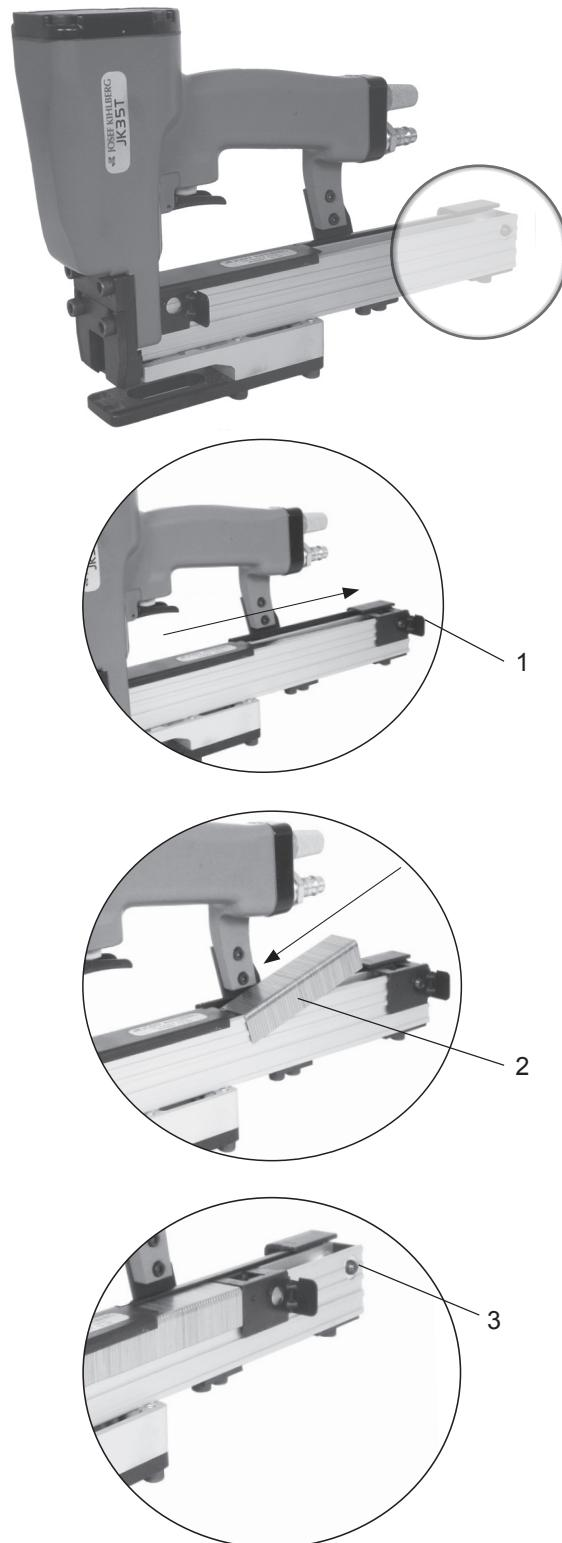

Fig. 5
1. Schieber (Fig. 5/1) ganz nach hinten schieben.